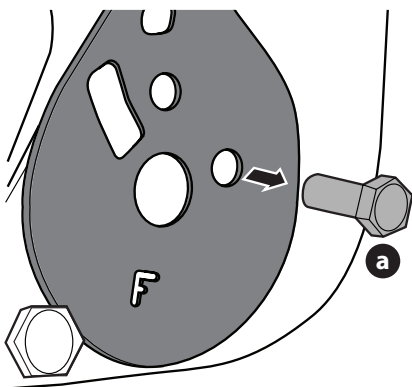

Figure 11
5. Retirez la vis (a) qui fixe la plaque d'inclinaison dans la position du dossier (Figure 11).